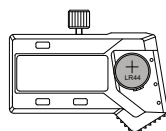

fig.2
- Coloque a bateria SR44 ou LR44 no compartimento da bateria, o lado positivo da bateria (+) deve estar voltado para fora (fig.2).